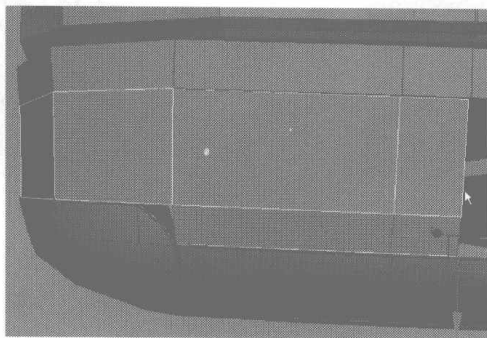
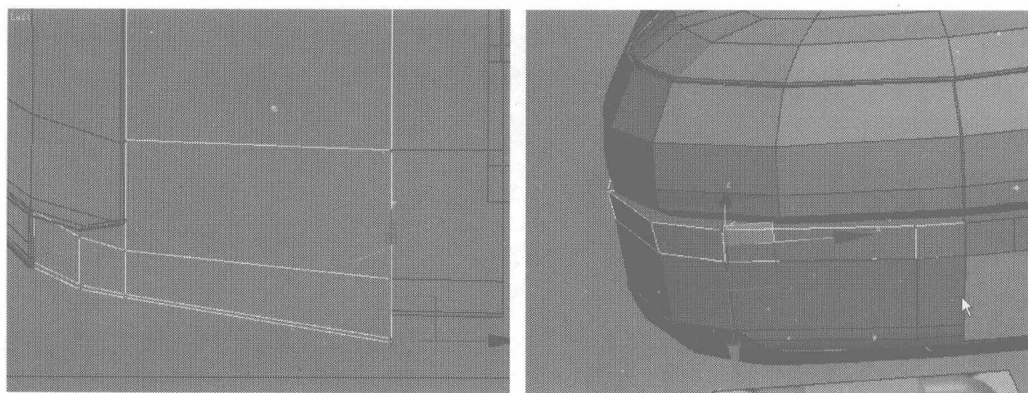

图 4.320
图 4.321
- 06** 选择插线孔处如图 4.320 所示的边线, 为其在中间添加一条细分线, 并在 Left 与 Perspective 视图中分别调整添加细分线后的节点, 如图 4.321 所示。